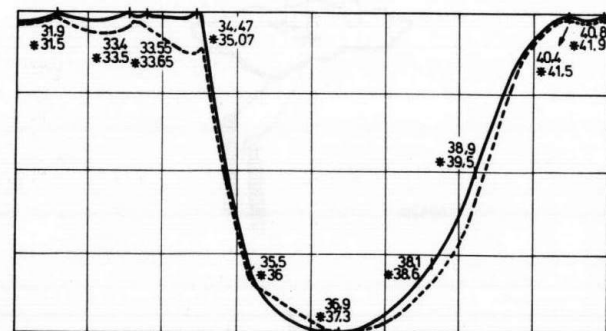

Fig. 7
- De doorlaatkromme, die nu op de oscillograaf zichtbaar wordt, moet er uitzien, zoals in fig. 7 getekend (getrokken lijn).
- De doorlaatkromme, die nu zichtbaar is op de oscillograaf moet er uitzien zoals in fig. 7 is getekend (onderbroken lijn).
f U506 g U506 r U507 q U508 y U508	kernen zodanig instellen, dat de doorlaatkromme ontstaat, zoals in fig. 7 getekend. De amplitude van de kromme moet maximaal zijn.